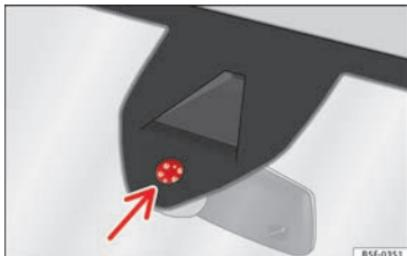

Fig. 148 Surface sensible du détecteur de pluie.
Les causes possibles d'anomalies et d'interprétations erronées *dans la zone de la surface sensible* »» fig. 148 du détecteur de pluie peuvent être :
- Nettoyez régulièrement la surface sensible du détecteur de pluie et recherchez d'éventuels dommages sur les balais » fig. 148 (flèche).